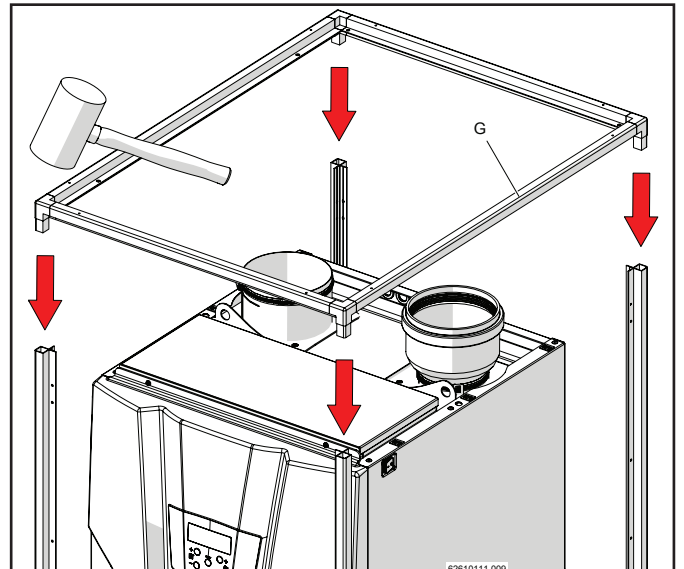

Figure 13-11
- 6.- Insérer le châssis supérieur de la couverture extérieure à l'aide d'un marteau en caoutchouc (figure 13-11).